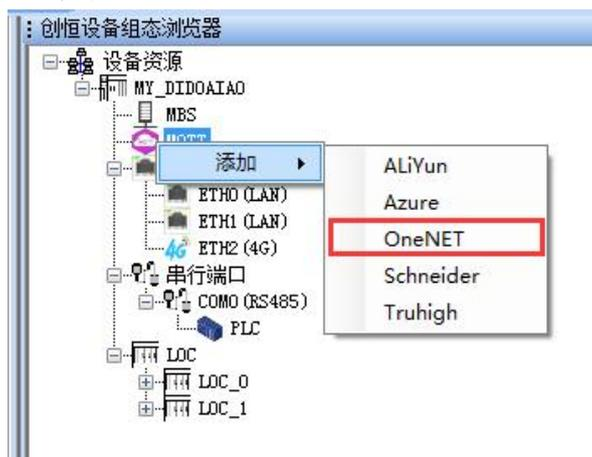

图 5-3-1
1. 首先,添加 MQTT 类型。右键点击 MQTT 在弹出的界面中依次选择“添加 MQTT”, 选择 OneNET, 如图 5-3-1。